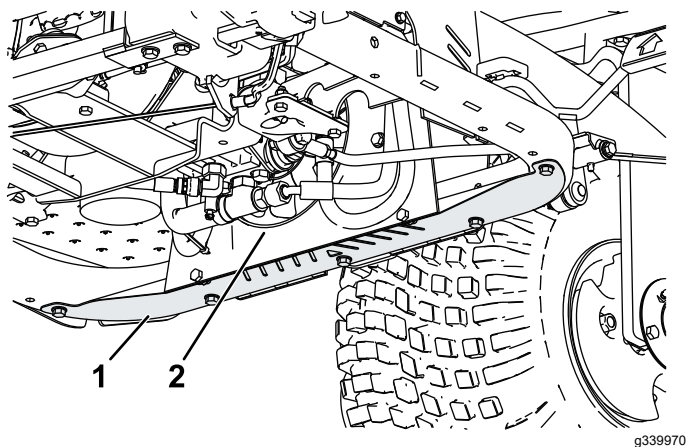

Figure 44
1. Déposez la protection inférieure (Figure 44).
2. À l'aide d'un embout, soufflez de l'air comprimé entre les pales du ventilateur (Figure 44) pour forcer les débris dans la direction opposée à celle où ils sont entrés.